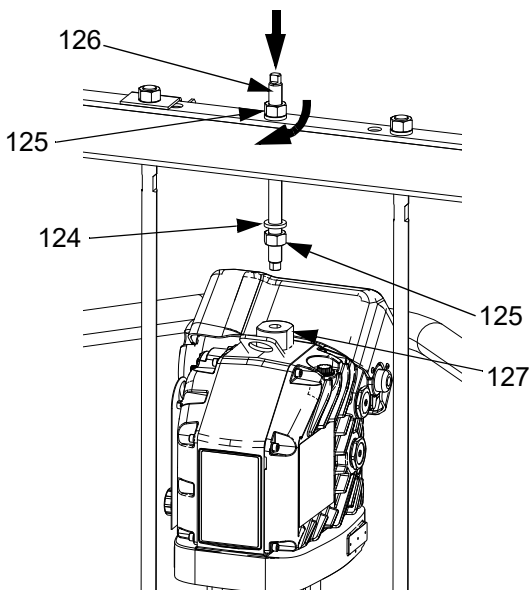

FIG. 52
1. Använd en lämplig lyft och sätt in dragstängerna i kolvumpen (AC) och säkra drivenheten (AB) till pumpen (AC).
- b. Montera den gängade stängen (126) genom mittenhålet i tvärstycket. Montera låsbrickorna (124) och muttrarna (125) på den gängade stängen (126), både ovanför och under tvärstycket. Håll lyfringsadaptern (127) med en nyckel och dra åt gängstängen (106) in i lyfringadaptern (127) med hjälp av en annan nyckel. Se FIG. 52.
- c. Dra åt muttern (125) under tvärstycket till maximalt 34 N•m (25 ft-lbs).
- d. Dra åt muttern (125) ovanför tvärstycket så att drivenheten (AB) låses på plats.